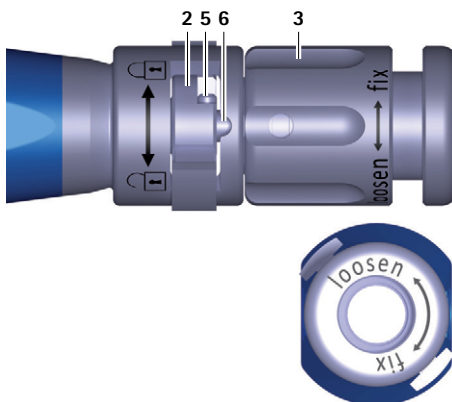

Fig. 1 Vista da vicino, strumento inseritore, interruttore aperto
- Ruotare il dado girevole **3** dello strumento inseritore **A** in senso antiorario (direzione "loosen"), per spostare in avanti l'astina **6**, vedere Fig. 1.
- Ruotare l'interruttore **2** verso sinistra (direzione ) , vedere Fig. 1.
- Ruotare l'interruttore 2 verso sinistra (direzione , vedere Fig. 1).
- Verificare la posizione per collegare lo strumento inseritore A, vedere Fig. 1.
- ▶ Ruotare l'interruttore **2** verso sinistra (direzione ) , vedere Fig. 1.
- ▶ Ruotare il dado girevole **3** in senso antiorario (direzione "loosen"), per spostare in avanti l'astina **6**, vedere Fig. 1.